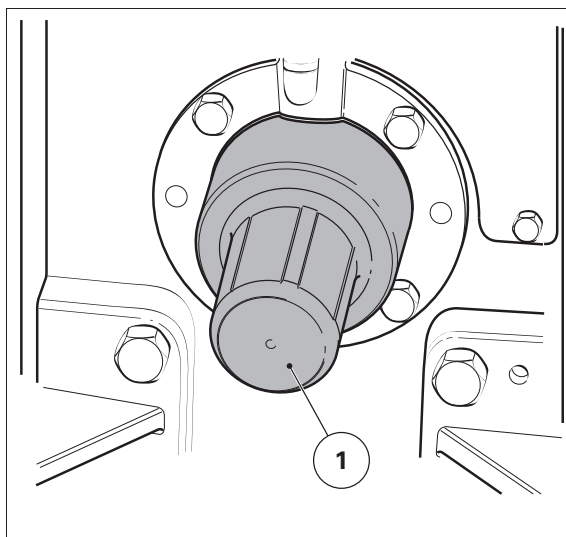

Fig. 8.
- Asegúrese de que la tapa de la TDF (1) está colocada cuando no se esté usando el eje de la TDF *fig. 8*.